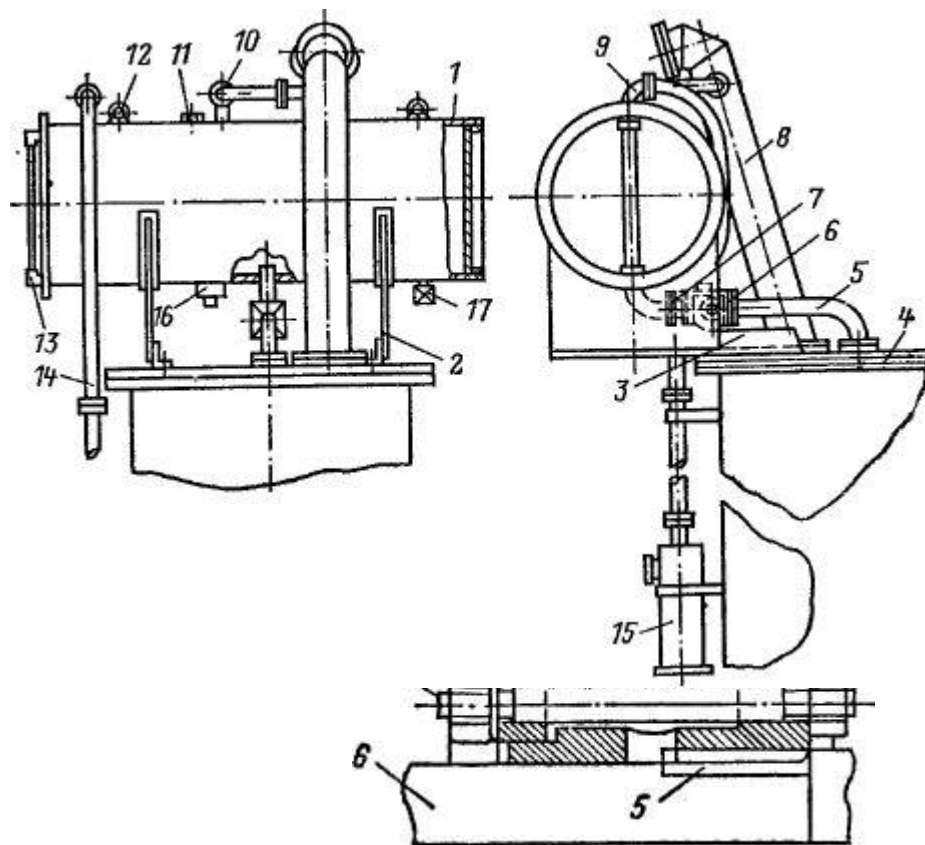

Рис. 2. Расширитель и выхлопная труба трансформатора.
8. Назовите элемент 1, изображённый на рис. 2
9. Назовите элемент 2, изображённый на рис. 2
10. Назовите элемент 3, изображённый на рис. 2
11. Назовите элемент 4, изображённый на рис. 2
12. Назовите элемент 5, изображённый на рис. 2
13. Назовите элемент 6, изображённый на рис. 2
14. Назовите элемент 7, изображённый на рис. 2
15. Назовите элемент 8, изображённый на рис. 2
16. Назовите элемент 9, изображённый на рис. 2